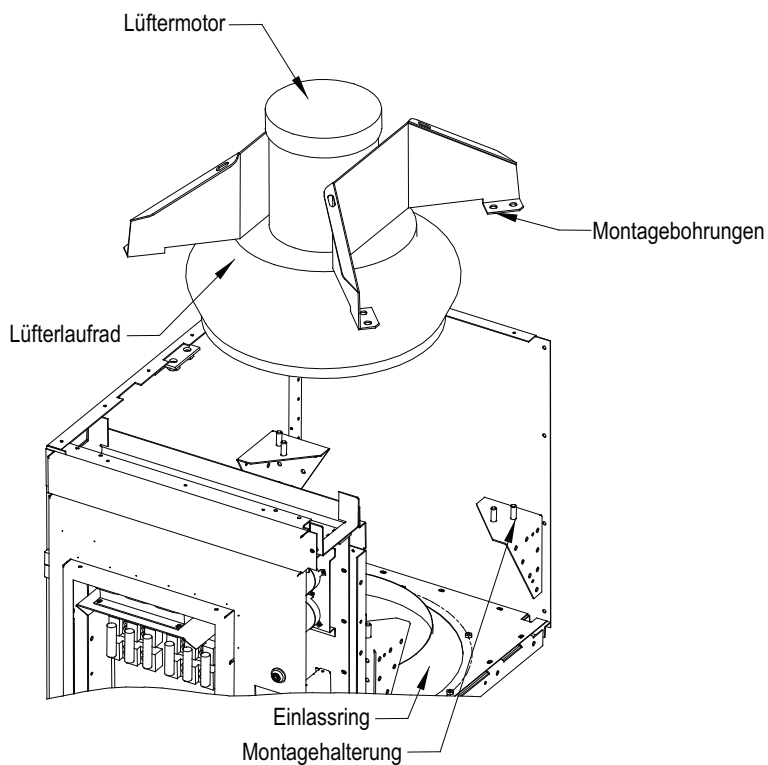

Abbildung 71 – Ausbau des Lüfters (Standardmodell)
1. Bauen Sie die Sperrschicht des DC-Zwischenkreises und das Zugangsblech zum Laufrad aus (Abbildung 71 auf Seite 96). Entfernen Sie die elektrischen Komponenten vom Zugangsblech des Einlassrings.